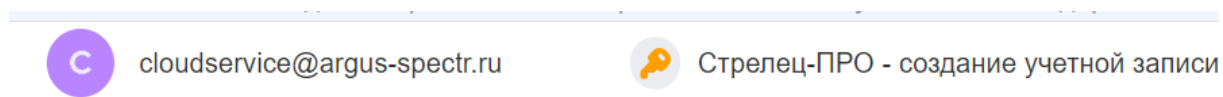

Рисунок 6.52
- После добавления системы в облако, на e-mail адрес пользователя придет письмо (Рисунок 6.52).